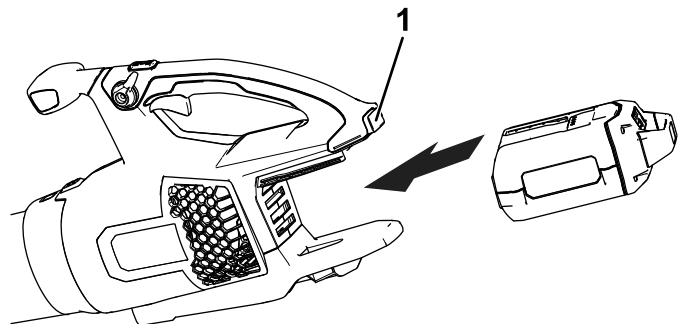

Figure 3
2. Alignez le creux de la batterie sur la languette du corps de la poignée (Figure 3).